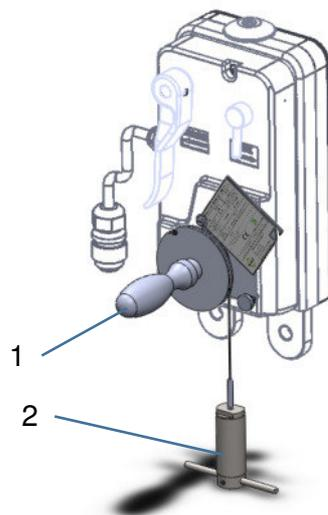

Abbildung 4: Bestandteile der Testeinrichtung
Die Testeinrichtung besteht aus einer Rotationsscheibe (1) und einer Zugeinrichtung (2) (siehe Abbildung 4). Nach dem Öffnen der Zugangsklappe am OSL-T kann die Testeinrichtung aufgesetzt, und der Funktionstest durchgeführt werden.